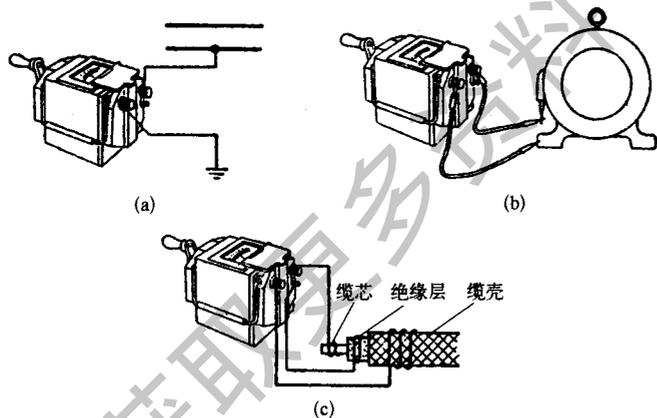

图 1-80 兆欧表测量绝缘电阻的连接方法
① 测量电路的绝缘电阻时,兆欧表的“电路(L)”接线柱与被测端相连接,兆欧表的“接地(E 或 \equiv)”接线柱与机壳或良好的接地装置相连接,如图 1-80(a)所示。
② 测量电动机对地的绝缘电阻时,兆欧表的“电路(L)”接线柱与电动机绕组相连接,“接地(E 或 \equiv)”接线柱与电动机的机壳相连接,如图 1-80(b)所示。同时说明,测量电动机绕组间的绝缘电阻时,应先将绕组
③ 测量电缆的缆芯对缆壳的绝缘电阻时,兆欧表的“电路(L)”接线柱与缆芯相连接,“接地(E 或 \equiv)”接线柱与缆壳相连接,还要将“保护环(G)”接线柱与缆壳之间的内层绝缘物相连接,如图 1-80(c)所示。